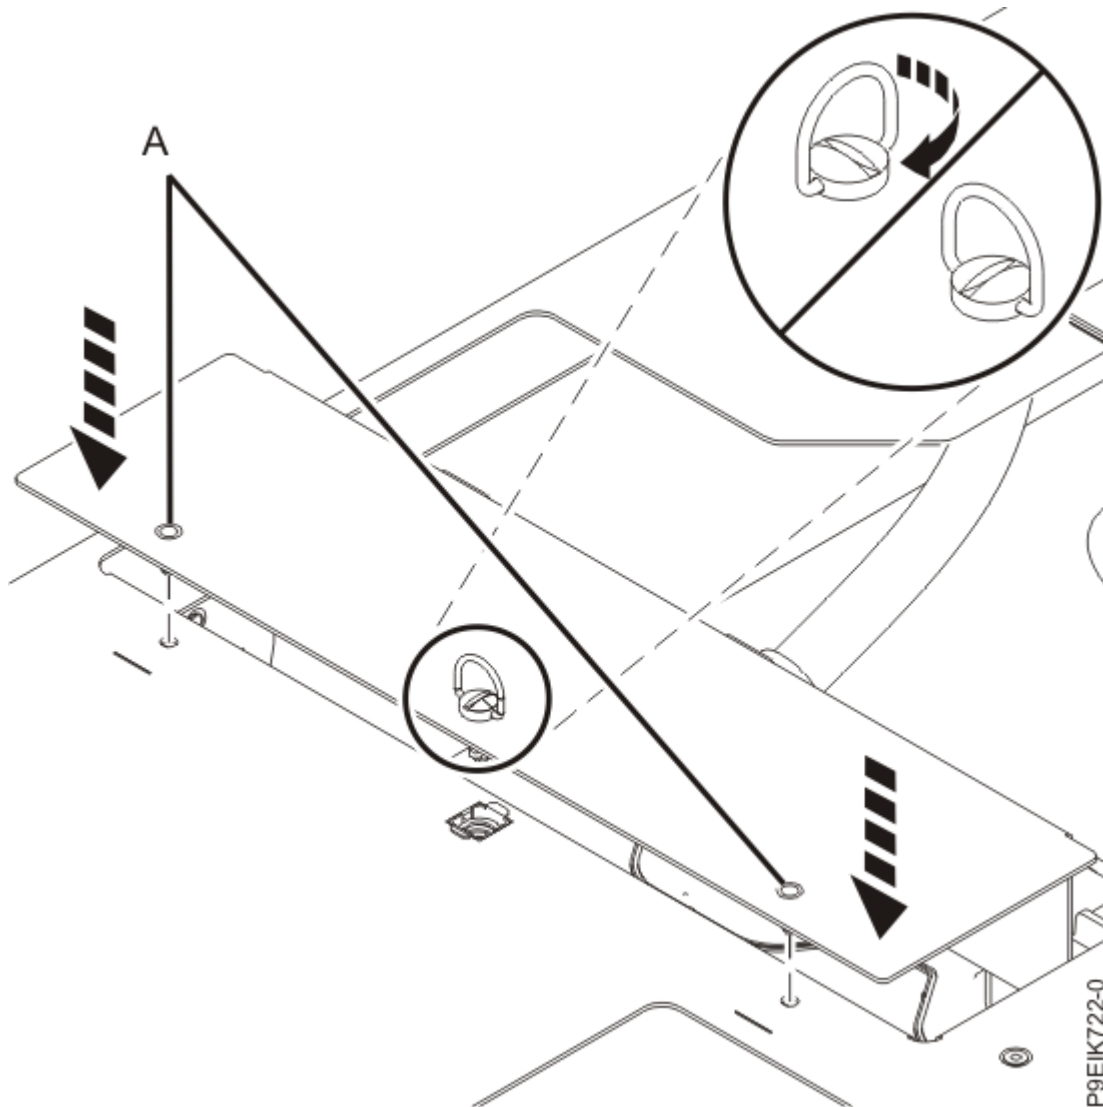

Figura 43. Colocación de nuevo del receptáculo de la GPU en la portadora
12. Fije el receptáculo de la placa refrigeradora de la GPU en la portadora de instalación de la placa refrigeradora, tal como se muestra en la Figura 43 en la página 45. Utilice las patillas de alineación (A) y apriete el tornillo (B) para fijar el receptáculos a la portadora.